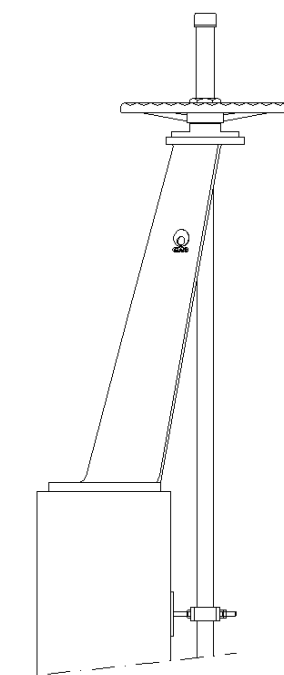

fig. 12
- Colonna inclinata su richiesta (fig. 12).